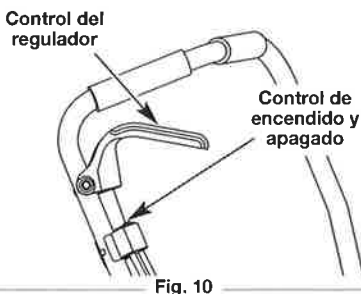

Fig. 10
NOTA: No hay necesidad de arrancar la unidad. El control de Encendido/Apagado está en la posición **ENCENDIDO (I)** en todo momento (Fig. 10).
2. Coloque el control de encendido y apagado en posición de **APAGADO (O)** (Fig. 10).